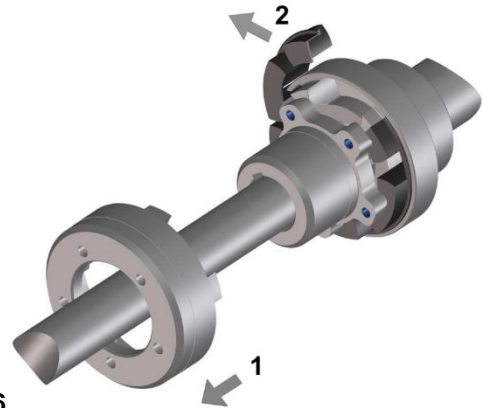

图 16
- ❑ 旋开爪形环并向后推（图 16，位置 1）。
- ❑ 拆除中间环（图 16，位置 2）。从切断的搭接位置开始。